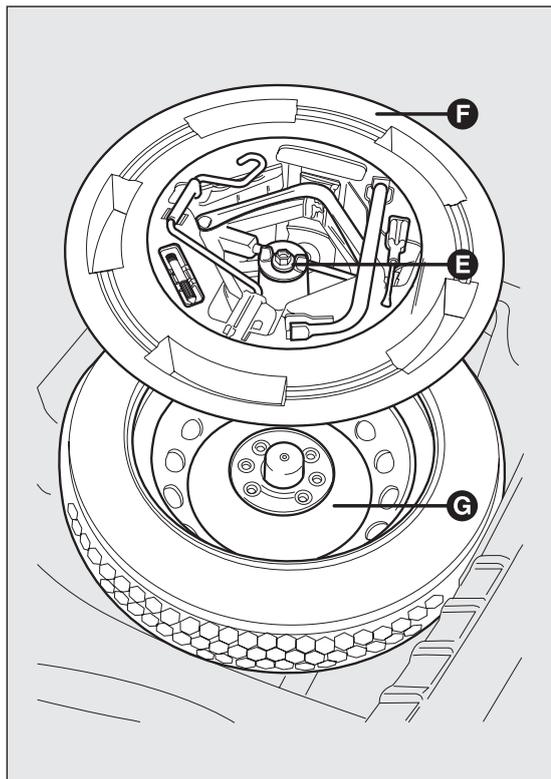

fig. 149
- colocar la rueda de repuesto G fig. 149 en el compartimento del maletero;